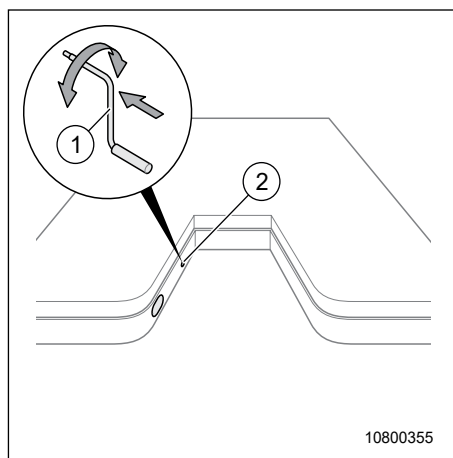

Fig. 194 Déverrouillage de secours du lit de pavillon
1. Enlever la gommette décorative (Fig. 194, pos. 2).
2. Insérer la manivelle (Fig. 194, pos. 1) dans le trou et l'appuyer vers l'intérieur.